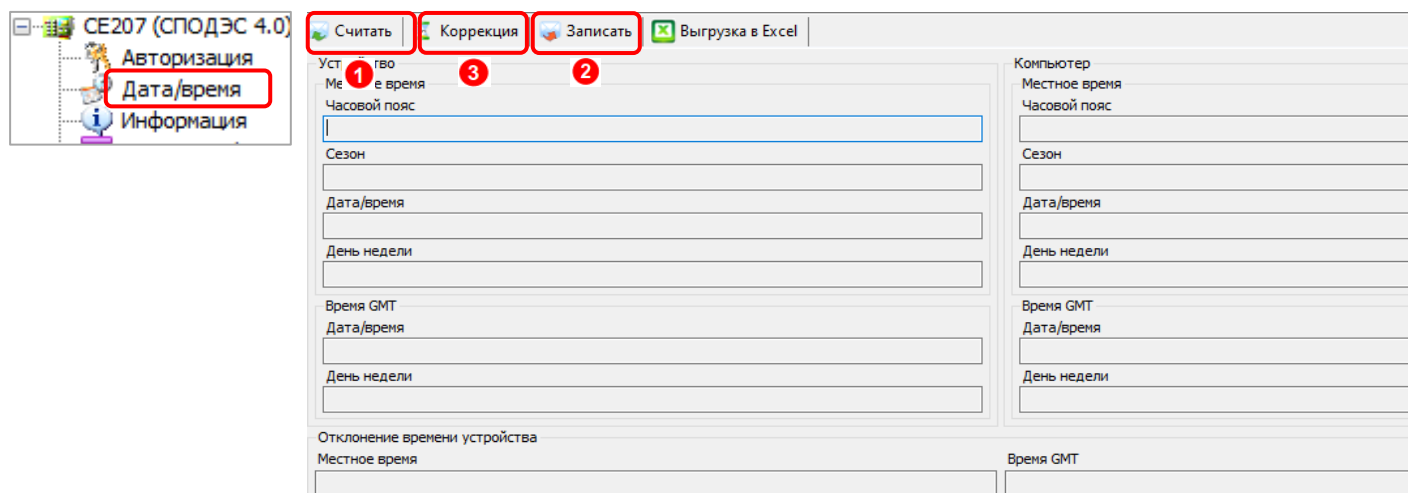

Рисунок 181
Доступна запись текущей даты и времени (по часам ПК) на вкладке «Дата/время» (2) (см. рисунок 181).
Коррекция времени выполняется на вкладке «Дата/время», нажатием на кнопку «Коррекция времени» (3) (см. рисунок 181).